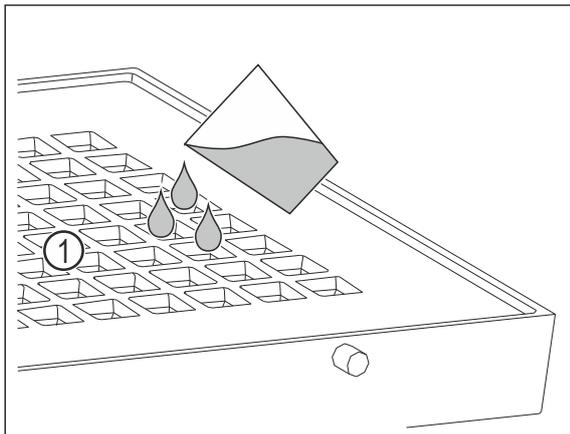

Fig. 97
- ▶ Залейте не более 400 мл воды через отверстия Fig. 97 (1) в крышке.